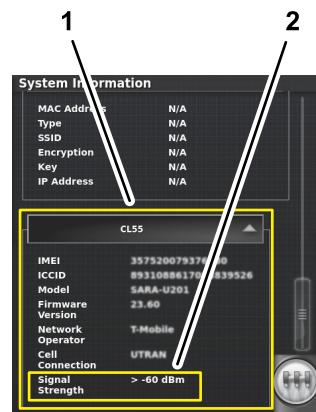

Figura 211
2. Nella schermata Informazioni di sistema, utilizzate la barra di scorrimento per navigare all'Icona CL55 (Figura 211).
3. Premete l'Icona CL55 per visualizzare le informazioni sulla potenza del segnale. (Figura 211), e verificate che la potenza del segnale del modem sia compresa tra -60 dBm e -99 dBm.